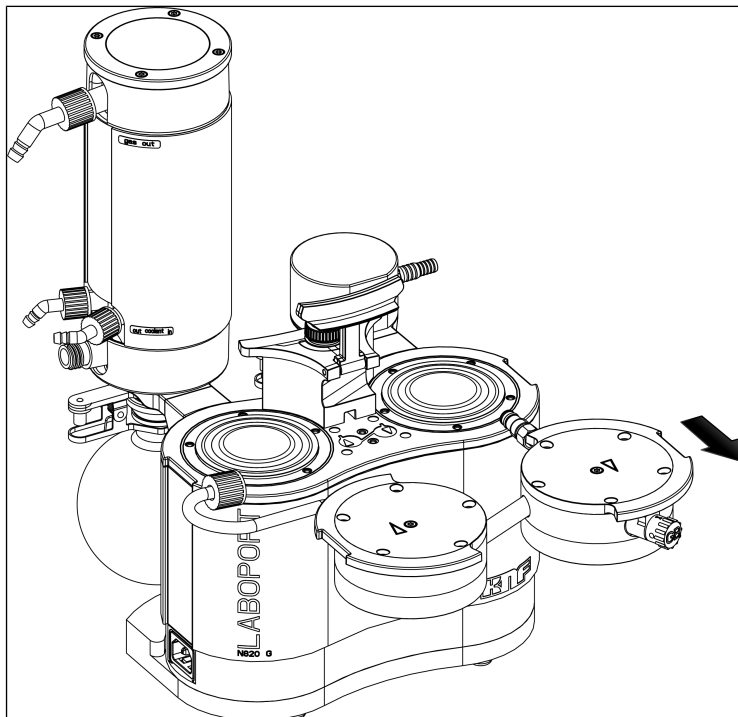

Fig.14: Prelievo delle teste pompa
3. Prelevare con cautela le teste della pompa in direzione laterale (vedere Fig. 14).